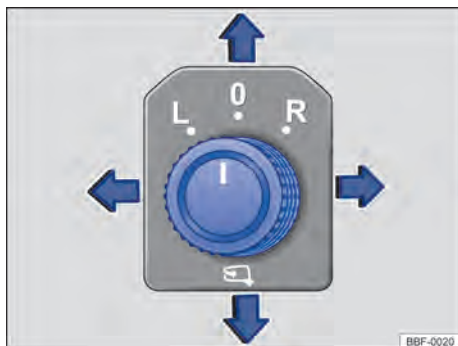

Fig. 79 Na porta do condutor: botão rotativo de ajuste dos espelhos retrovisores externos.
- Girar o botão rotativo na porta do condutor até o símbolo desejado → Fig. 79.